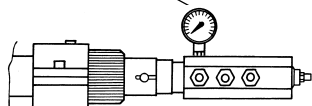
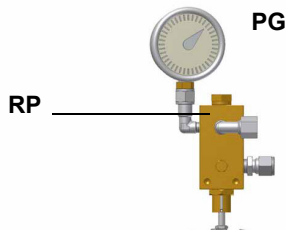

Рис. 11
Рис. 12
- 5 Давление питания форсунки уже отрегулировано заранее на заводе-изготовителе и не должно изменяться. Только в случае необходимости, отрегулировать давление питания (см. соответствующий параграф) следующим образом: установить манометр в положение, указанное на Рис. 11, воздействовать на регулировочный винт VR насоса (см. Рис. 12) до получения на форсунке давления в 20бар (форсунки Monarch или форсунки Bergonzo - см. на стр.33-34);